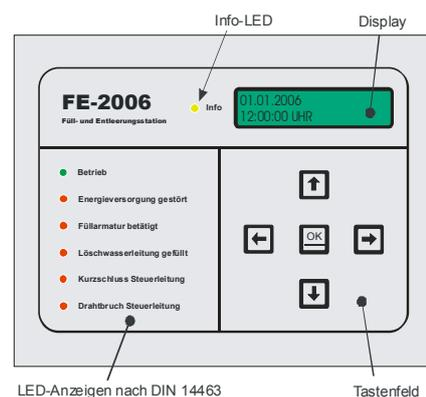

Bild 2
- 2 Steuereinrichtung (Bild 2)
1.3 Steuereinrichtung (elektrischer Teil - Bild 2)